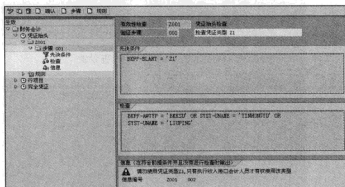

图 5-35 凭证抬头的有效性检查设置
STEP 2 检查凭证抬头。双击目录中对应的调用点, 在弹出的有效性检查界面, 可以创建左树中“凭证抬头”的“步骤 001”, 可以在右栏中看到该步骤对应的“先决条件”、“检查”点以及相应的提示信息, 如图 5-35 所示。其中, “先决条件”和“检查”点都可自己去定义修改。